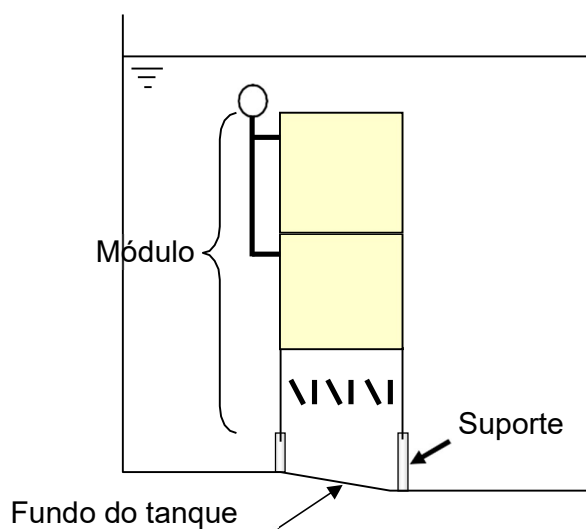

Fig.IV-6 Instalação com Suportes (vista lateral)
- * Entre em contato conosco, caso o piso do tanque não esteja nivelado. Caso o piso do tanque existente não esteja nivelado, é recomendado instalar os módulos com suportes, conforme mostrado na Fig.IV-6.